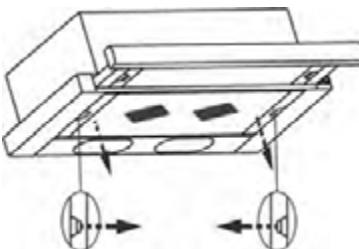

рис. 7
8.3 Для очистки алюминиевого фильтра извлеките его из вытяжки (рис. 7) и произведите его очистку с помощью щетки водным раствором нейтрального моющего средства вручную или в посудомоечной машине (при 60°C). Сильно загрязненный фильтр не следует мыть в посудомоечной машине. Стремайтесь не сгибать фильтр при мойке.
- снимите алюминиевый фильтр, для этого нажмите на пружинный замок на фильтре и потяните его вниз и на себя (рис. 7);